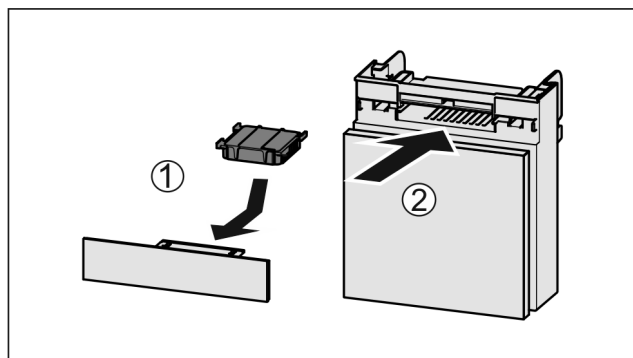

Fig. 143
- ▶ Wkładać Fig. 143 (1) filtr z węglem aktywowanym zgodnie z ilustracją.
- ▶ Wsunąć komorę Fig. 143 (2).